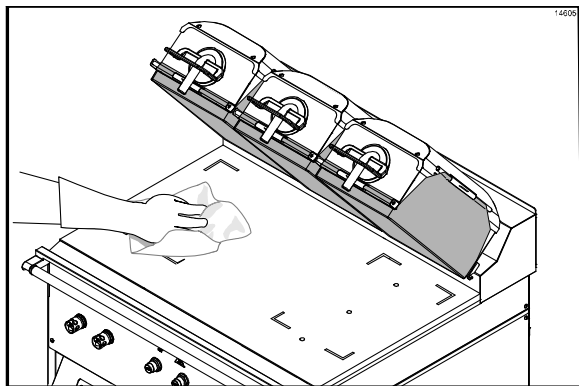

Figura 12
1. Limpe com um tecido pano limpo apropriado e umedecido com sanitizante para remover toda a sujeira do grill. (Veja a Figura 12.)